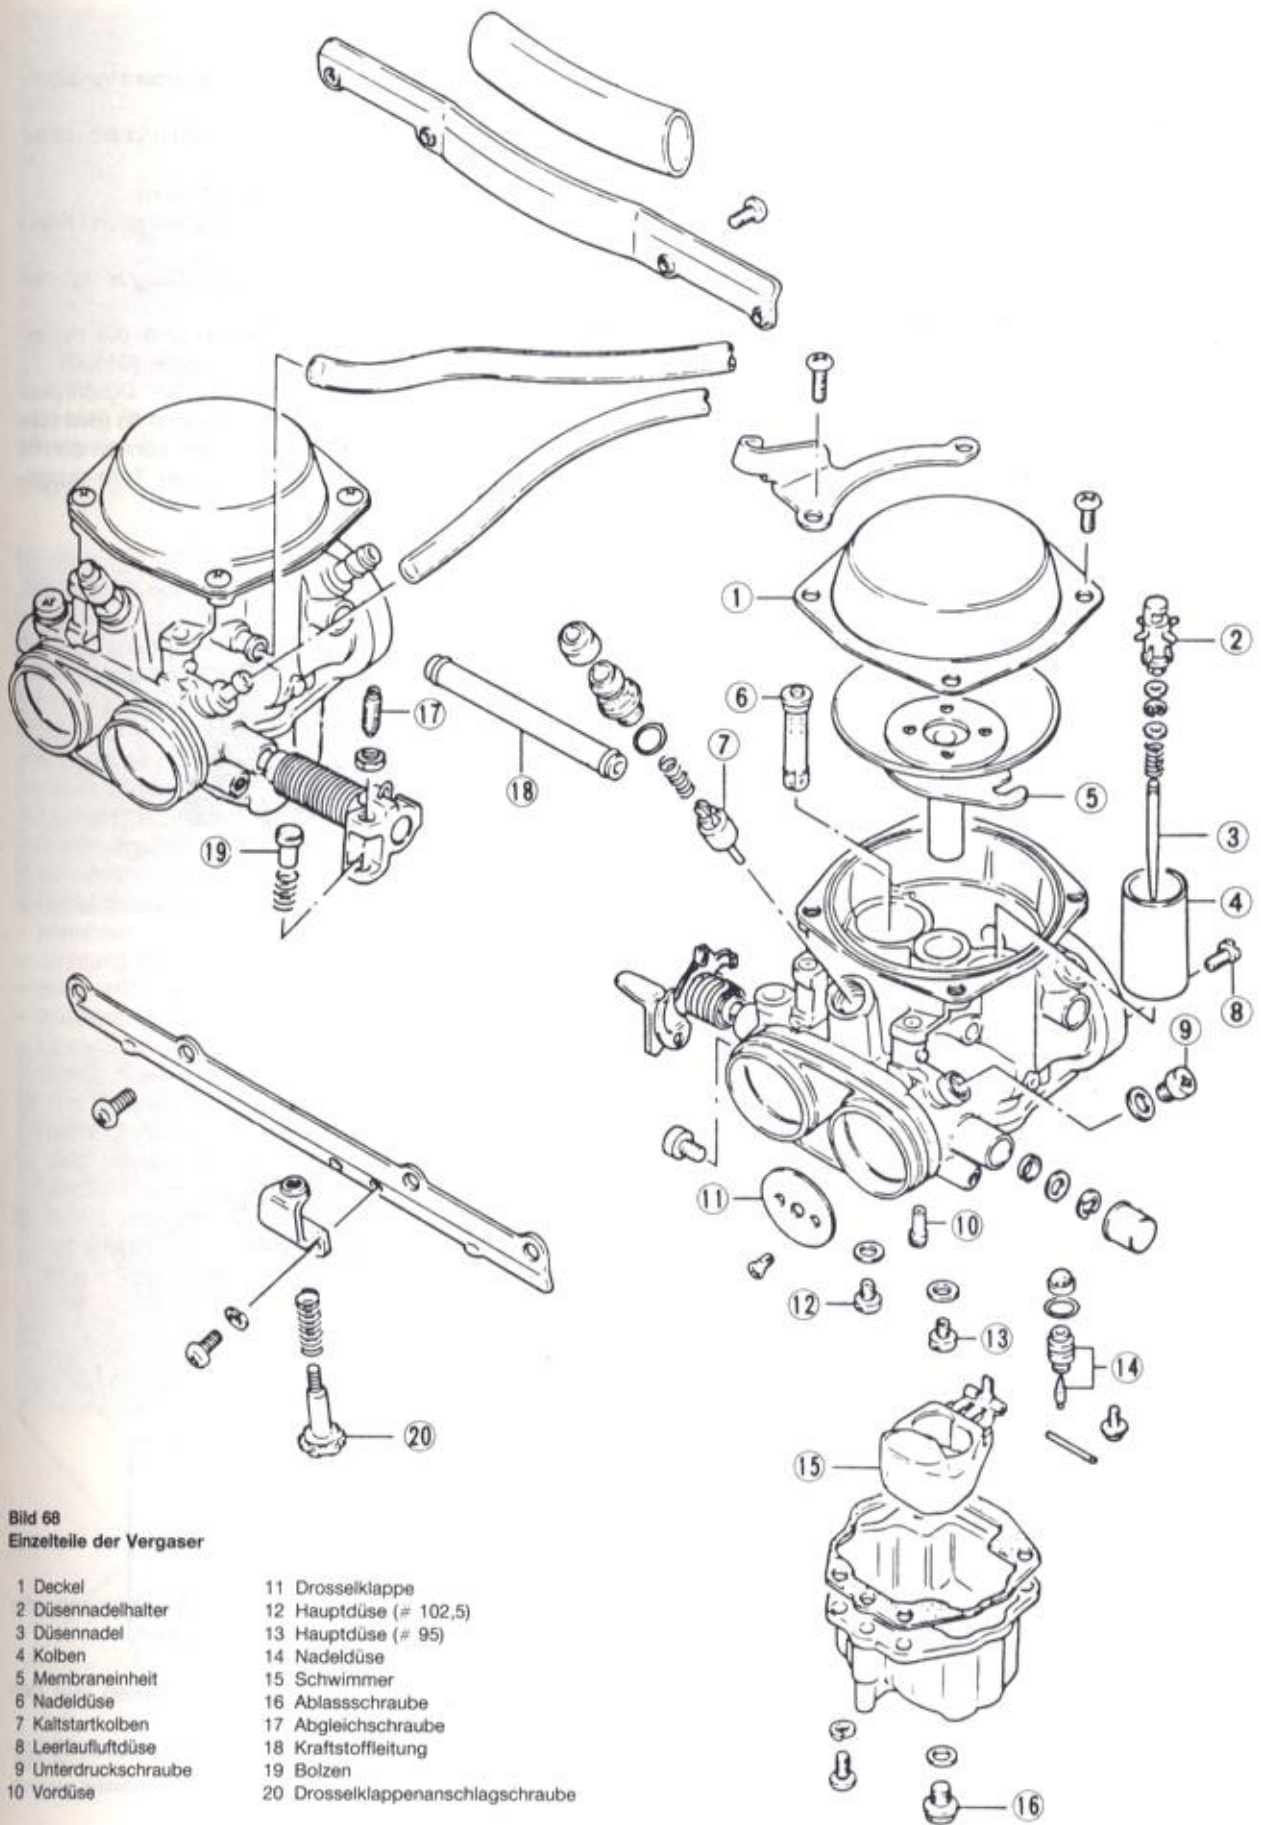

Bild 68
- Düsennadelhalter und alle mit der Düsennadel zusammenhängenden Teile herausnehmen (Bild 68).